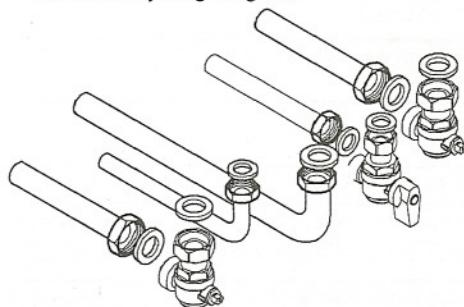

fig. 5.3
- Proceder al empalme de las tuberías utilizando las juntas originales suministradas con los grifos. Se recomienda apretar bien los empalmes hidráulicos y de gas fig. 5.3.